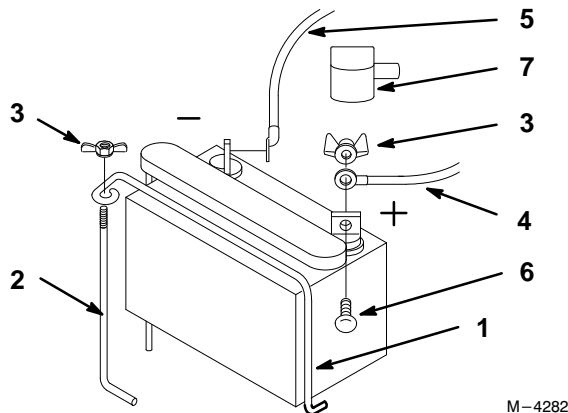

Abbildung 6
1. Die Batterie so am Batterieträger anbringen, daß die Klemmen zum Benzintank zeigen (Abb. 6).
2. Die Batterie mit Klemme, Haltestange und Flügelmutter befestigen (Abb. 6).
3. Den roten Klemmschuh auf das rote Batteriekabel schieben (Abb. 6).
4. Das positive Batteriekabel an der positiven (+) Batterieklemme und das negative Batteriekabel an der negativen (-) Batterieklemme anschließen und mit Schloßschrauben und Sicherungsmuttern befestigen (Abb. 6).